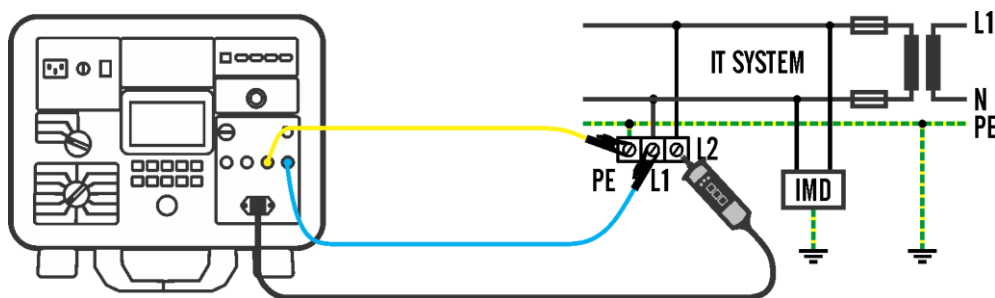

Abbildung 57: Anschluss für IMD-Messung, Beispiel
- 8) Schließen Sie die Messleitungen gemäß Abbildung 57 an, siehe auch Menü HELP/ANSCHLUSS. Grünes Netzsymbol wird angezeigt, wenn die Verbindung ordnungsgemäß hergestellt wurde und die Eingangsspannung U_{L/N} innerhalb von 100 ... 253 VAC liegt.